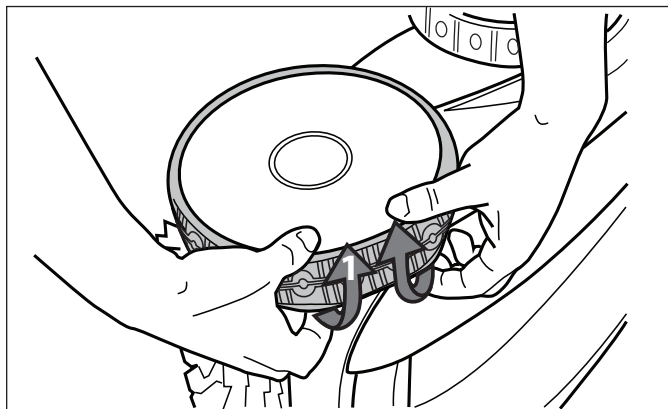

Figura 33. Jale el viejo neumático sobre la rueda
1. Tire de la parte interior del neumático viejo para quitar el borde del neumático de la rueda. Vea Figura 33.